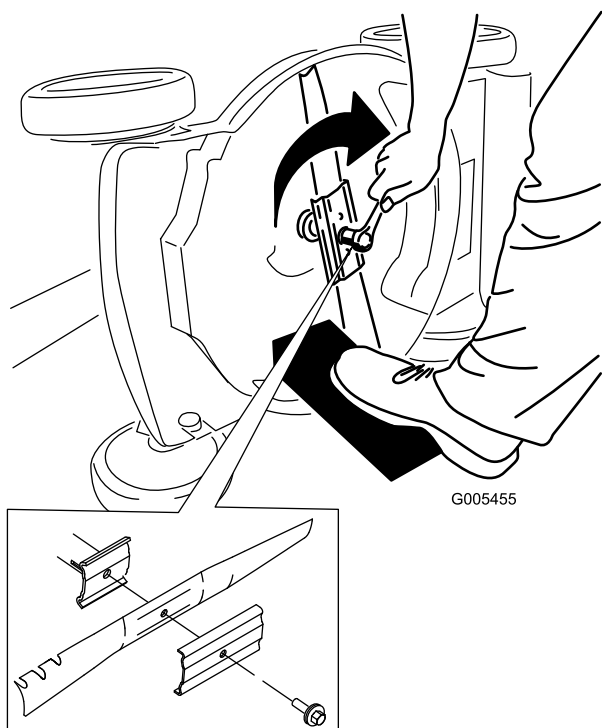

Bild 30
- Setzen Sie das neue Messer und alle Schrauben auf (Bild 30).